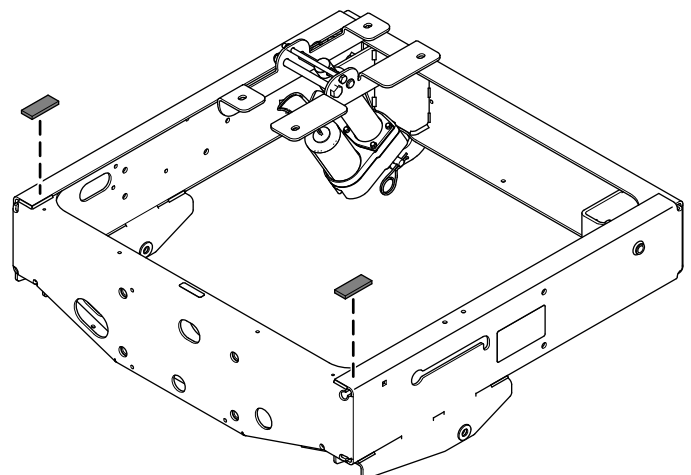

Figura 15
2. Retire a proteção da espuma almofadada e assente-as conforme mostrado na Figura 15.